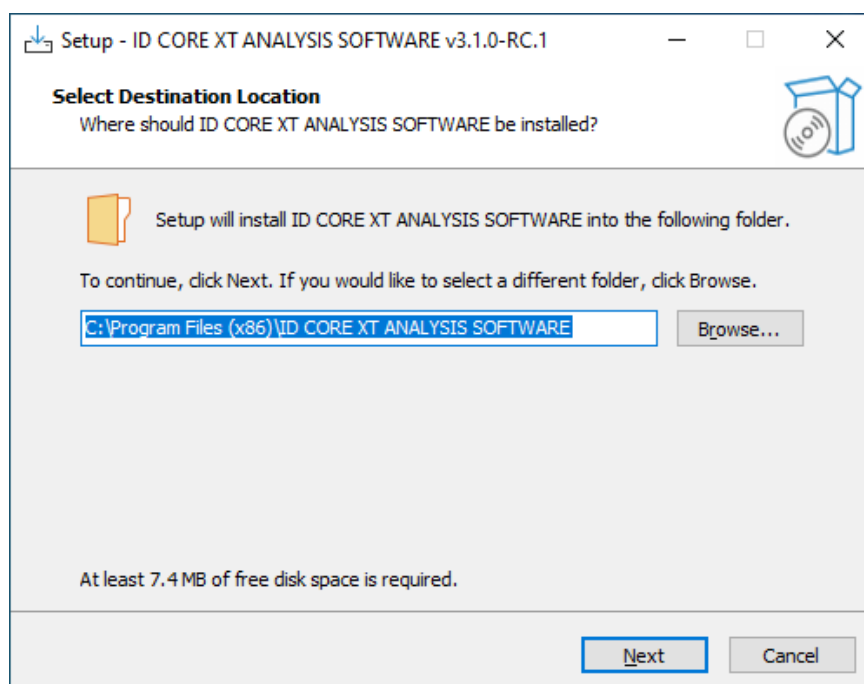
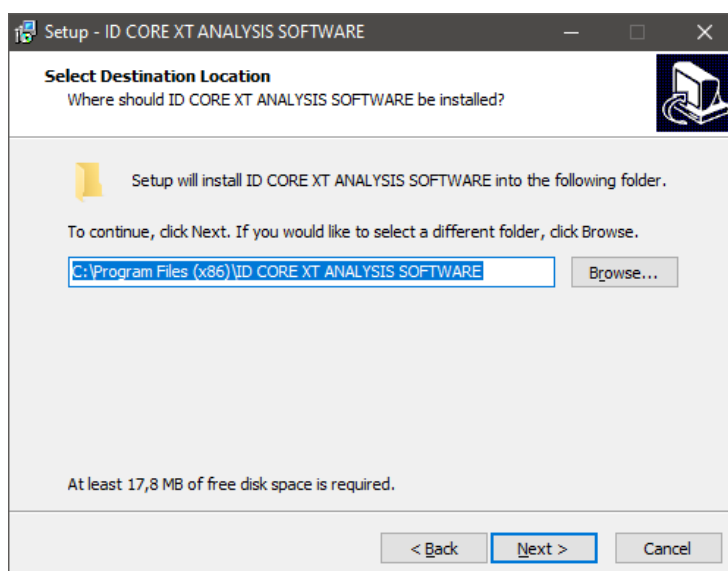

Figura 1. Ruta de instalación de ID CORE XT ANALYSIS SOFTWARE
Figura 2: Ventana Ruta de instalación de ID CORE XT ANALYSIS SOFTWARE
Esta acción hace que se ejecute el programa de instalación, donde aparece la pantalla Bienvenido (Figura 1).
- Una vez que aparezca la ventana de Welcome (**Bienvenido**) (Figura 1), haga clic en el botón Next (**Siguiente**). Esta acción hace que se cierre la ventana y aparezca la siguiente ventana (Figura 2). Con el botón **Cancel (Cancelar)** se detiene el proceso de instalación.
- El paso de **carpeta del menú Inicio** de ID CORE XT ANALYSIS SOFTWARE (Figura 2) permite al usuario seleccionar un nombre que distinga a la aplicación en el menú Inicio.